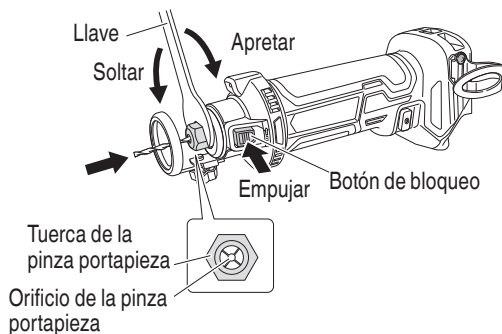

Fig. 9
4. Instalación de la punta del atornillador (Fig. 9)